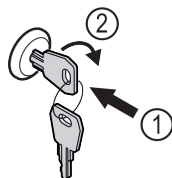

Fig. 143 Reprezentare exemplificatoare
- Introduceți cheia prin apăsare Fig. 143 (1).
- Rotiți cheia cu 90° în sensul acelor de ceasornic Fig. 143 (2).